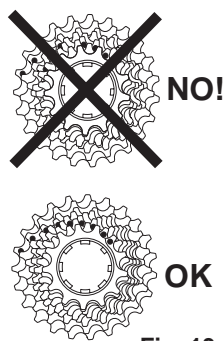
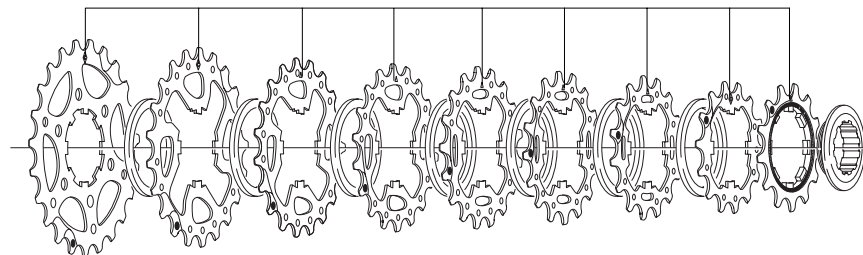

Fig. 13
Fig. 14
- Se i pignoni utilizzati sono quelli indicati sulla tabella a pagina 23 e sono fasati in modo corretto, i cerchietti stampigliati dovranno formare una curva a elica regolare e i triangolini stampigliati dovranno risultare allineati (Fig. 14). La figura 13 rappresenta il montaggio corretto e quello non corretto.
- Si les pignons utilisés sont ceux qui sont indiqués dans le tableau page 23 et s'ils sont réglés de façon correcte, les petits ronds estampillés doivent former une courbe en hélice régulière et les petits triangles estampillés doivent être alignés (Fig. 14). La figure 13 représente le montage correct et celui qui ne l'est pas.
- If the sprockets used are those indicated in the table on page 23 and are correctly timed, the small impressed circles should form a regular, helical curve and the impressed triangles should be aligned (Fig. 14). Figure 13 illustrates correct and incorrect assemblies.
- Si los piñones utilizados constan en la tabla de la página 23, y están puestos en secuencia correctamente, las esferas troqueladas deberán formar una curva de hélice regular y los triangulitos troquelados deberán estar alineados (Fig. 14). La figura 13 muestra el montaje correcto y también el incorrecto.
- Wenn die Ritzel entsprechend der Tabelle auf S. 19 richtig kombiniert sind, ergeben die an den Ritzeln eingestanzten Kreise von vorne gesehen eine ununterbrochene Spirale und die eingestanzten Dreiecke sind linear ausgerichtet (Abb. 14). Abbildung 13 stellt die richtige und die falsche Montage dar.
- Indien er tandwielen gebruikt zijn zoals in de tabel op blz. 23 is aangegeven vormen de ingedrukte cirkels op de tandwielen een reguliere verschuivingen ten opzichte van elkaar, terwijl de ingegraveerde driehoekjes in 1 lijn staan (Fig. 14). Figuur 13 laat een correcte en een foutieve assemblage zien.